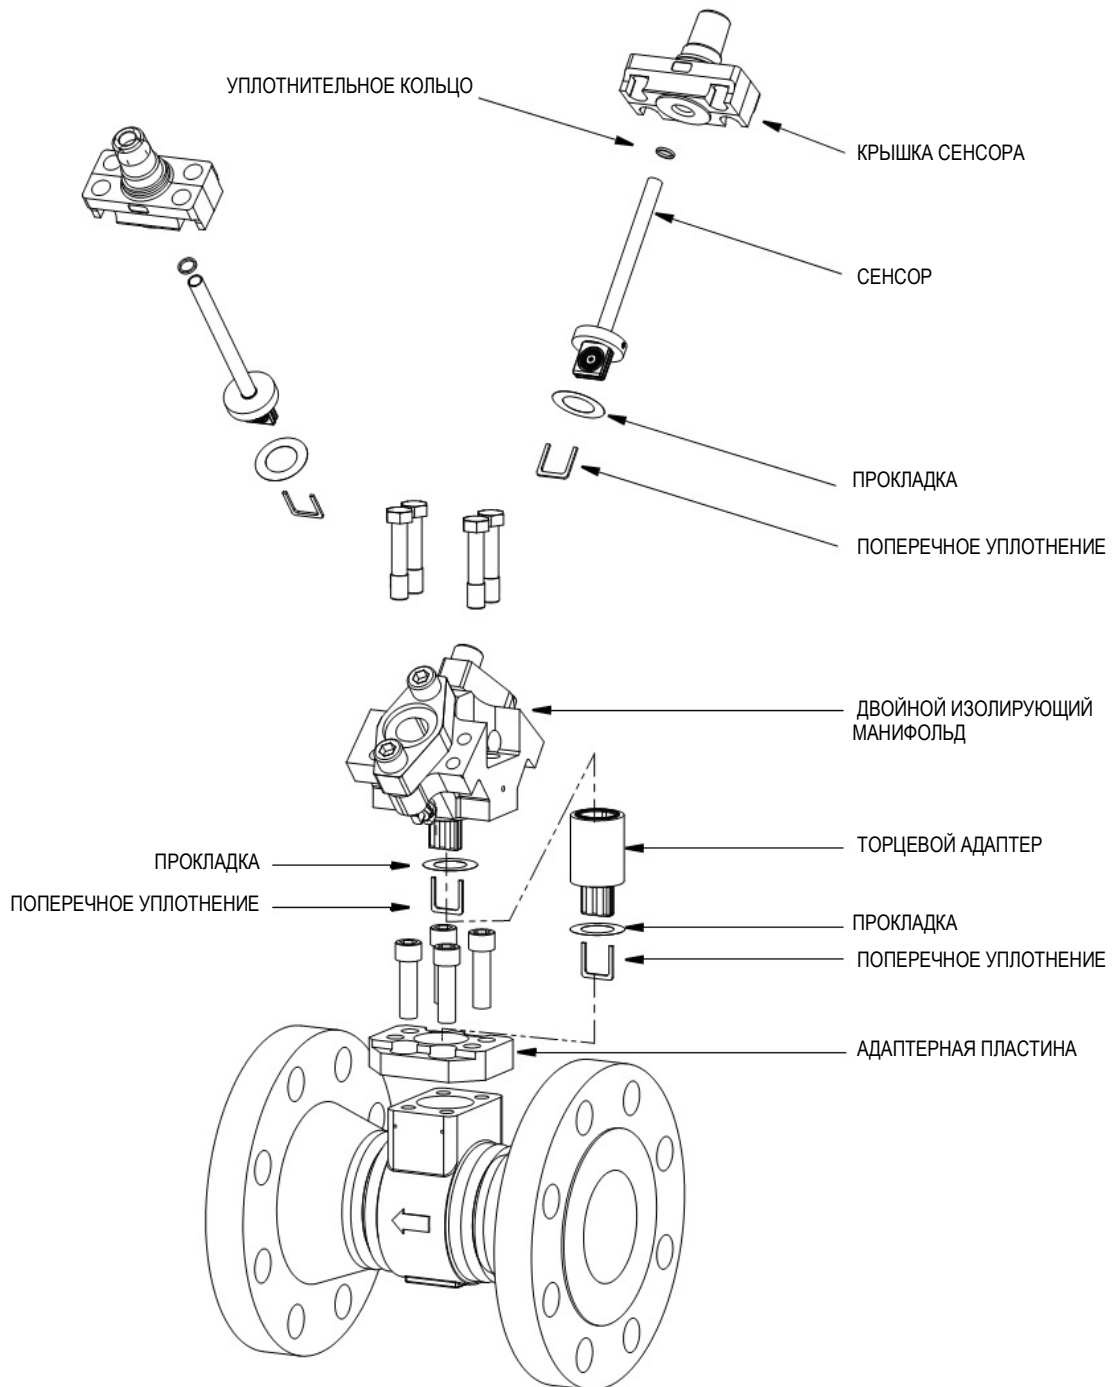

Рисунок 67. Двойной изолирующий манифольд (Стиль В)
4. Установите новые прокладку и поперечное уплотнение на торцовый адаптер (K0155JA). Установите новые прокладку и поперечное уплотнение на двойной изолирующий манифольд. Используются такие же прокладки и поперечные уплотнения, которые применяются для сенсоров. См. рисунок 67.